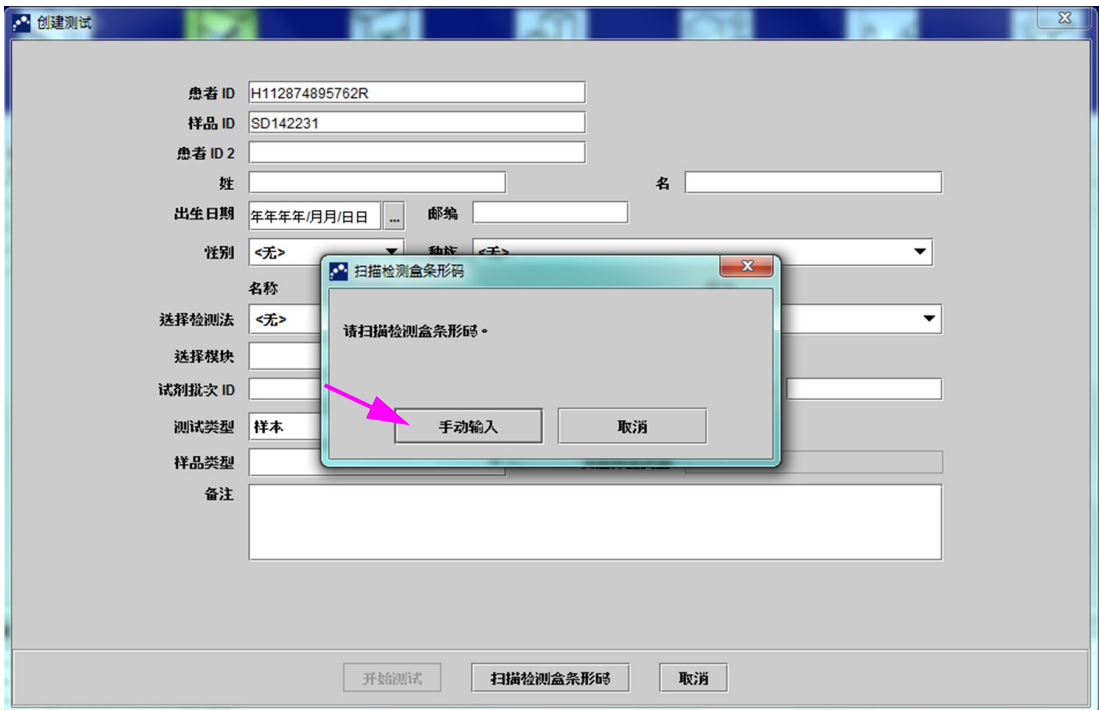

图 5-21. “扫描样品匣条形码”对话框
3. 使用随附的条形码扫描器扫描“样品 ID”条形码。请参阅第 5.5 节。出现“扫描样品匣条形码”对话框。参见图 5-21。